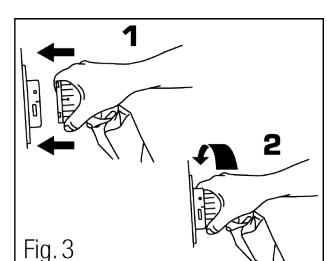

Fig. 3
5. Conecte la manguera de suministro de aire a la unidad de potencia alineando la línea negra del conector de la manguera de suministro de aire con la línea negra del conector de la unidad de potencia y empujando hasta unirlos. Gire el conector de la manguera del colchón en el sentido de las agujas del reloj hasta que el indicador verde llene el orificio indicador del conector de la unidad de alimentación (Fig. 3).